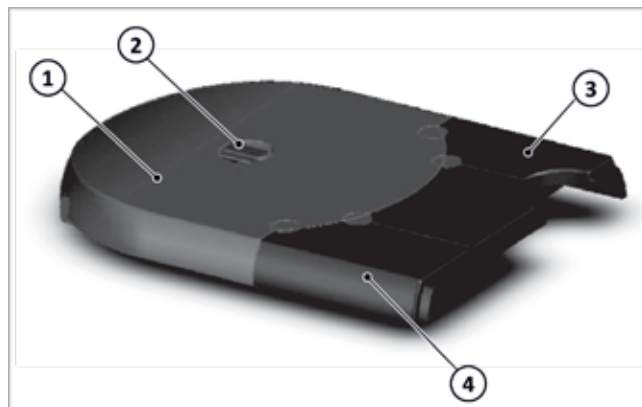
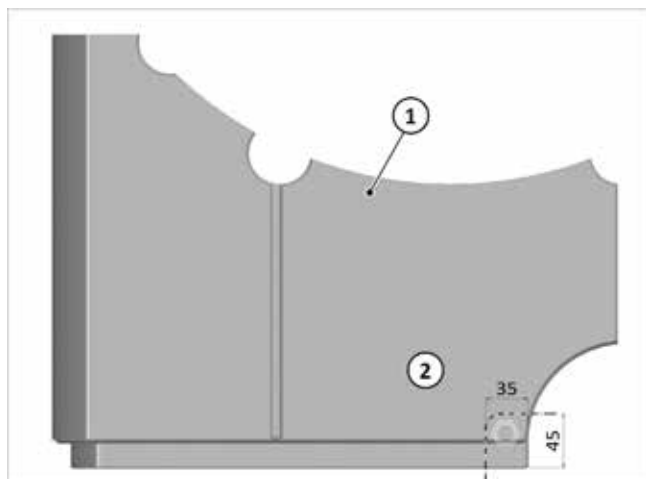

Abb. 123: Obere Isolierung SolvisBen
Abb. 127: Ggf. Durchtritt Gasleitung freischneiden
- Die oberen Isolierungen der WWS → Abb. 123 (4) und HKS → Abb. 123 (3) nach oben abziehen.
- Die Behälterisolierung → Abb. 123 (1) nehmen und mit einem scharfen Messer vorsichtig die vier angeschäumten Stopfen der WWS (5) entlang den eingepprägten Nuten (6) abtrennen.
4. Die obere Behälterisolierung → Abb. 123 (1) auf den Behälter aufsetzen.
- seitlich links und rechts (1)
- mittig hinten (2)
- mittig vorne (3)
6. Obere Isolierung der HKS → Abb. 123 (3) aufsetzen.
7. Bei Verlegung der Gasleitung nach oben, die obere Isolierung der WWS (1, siehe auch → Abb. 123 (4)) vor dem Aufsetzen gemäß → Abb. 127 (bzw. beiliegende Schablone) freischneiden.
1. Die zusammengesetzte obere Isolierung → Abb. 123 (1+2+3+4) komplett auf den Behälter aufsetzen.
- mittig vorne (3).